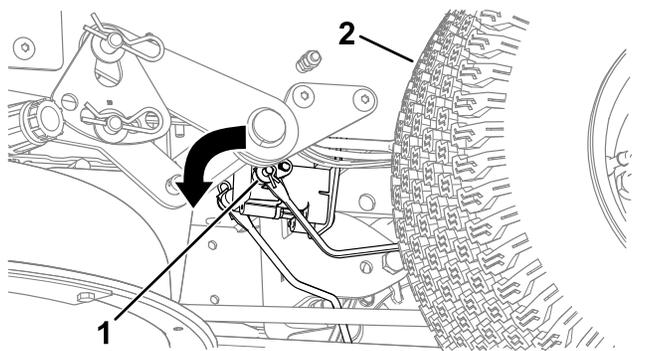

図 51
3. 電気ブレーキのシャフトブレーキリンクアームが接続されているを探し出す 図 51。
4. シャフトを回してブレーキを解除する 図 51。